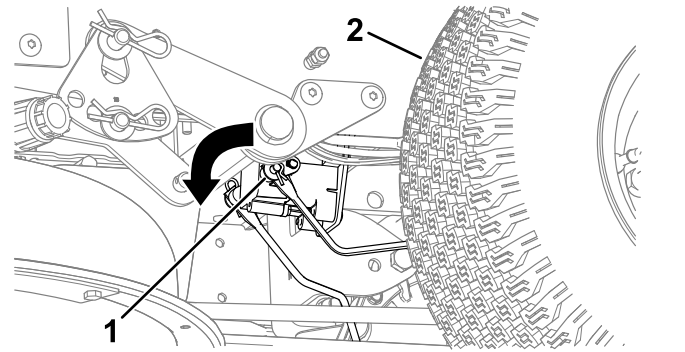

Figura 48
3. Localice el eje del freno eléctrico al que están conectados los brazos de enganche de los frenos (Figura 48).
4. Gire el eje para quitar el freno (Figura 48).